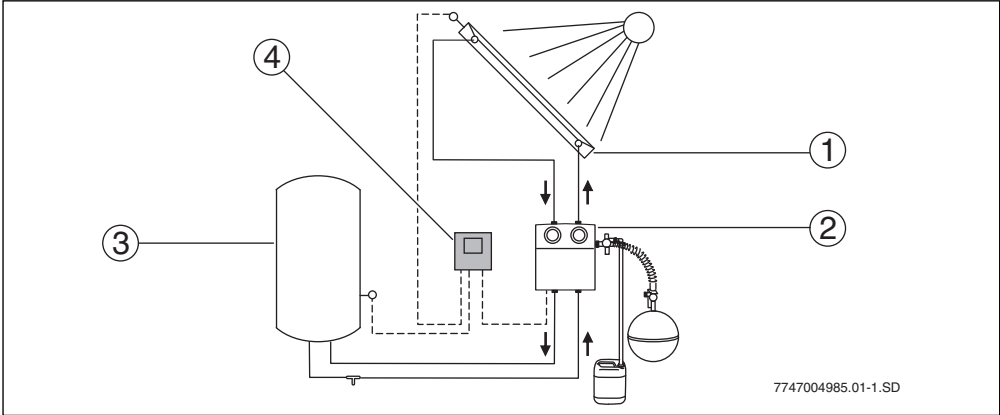

Fig. 2 Esquema do sistema
Quando a diferença de temperatura ajustada ente o campo de coletores (→ fig. 2, pos. 1) e o termoacumulador solar (→ fig. 2, pos. 3) é ultrapassada, a bomba no grupo de circulação é ativada.